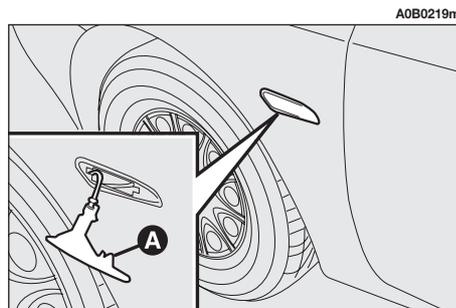
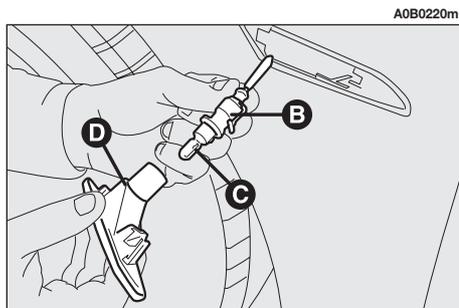

fig. 39
fig. 40
- Spingere a mano il trasparente nel senso contrario alla direzione di marcia della vettura in modo da comprimere la molletta di fissaggio (A-fig. 39). Liberare la parte anteriore ed estrarre il gruppo.
- Ruotare in senso antiorario il portalam-pada (B-fig. 40) ed estrarlo dal trasparente (D-fig. 40).
— Estrarre la lampada (**C-fig. 40**) del tipo a pressione e sostituirla.
— Inserire il portalamпада (**B-fig. 40**) nel trasparente (**D-fig. 40**) quindi posizionare il gruppo verificando lo scatto della molletta di fissaggio (**A-fig. 39**).